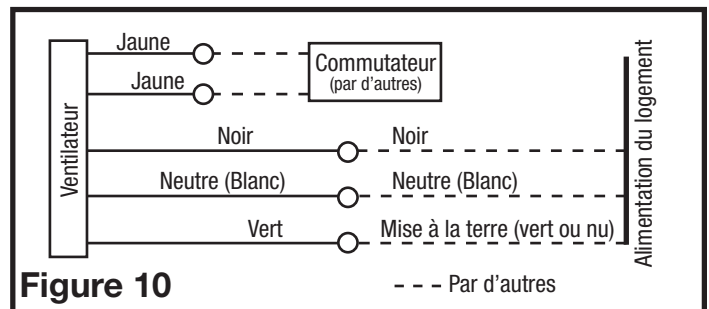

Figure 10
4. Pour les ventilateurs à deux vitesses, raccordés pour une ventilation continue, connectez le fil blanc du ventilateur au fil blanc (neutre) de la source d'alimentation. Connectez le fil de terre de la maison au fil vert du boîtier du ventilateur. Connectez le fil noir du ventilateur au fil noir (chaud) de la source d'alimentation. Le ventilateur fonctionnera à faible vitesse, en continu, et augmentera à haute vitesse sur une hausse de l'humidité. Utilisant un interrupteur correctement mis à la terre, connectez 1 fil jaune de chaque côté de l'interrupteur. Fermer l'interrupteur changera la vitesse de normale à haute vitesse. Utilisez un interrupteur à bascule standard duplex correctement mis à terre (comme Leviton 5224 -2W, non inclus) pour relier le fil noir de la source d'alimentation au côté de l'interrupteur de haut et de bas (Figure 10).